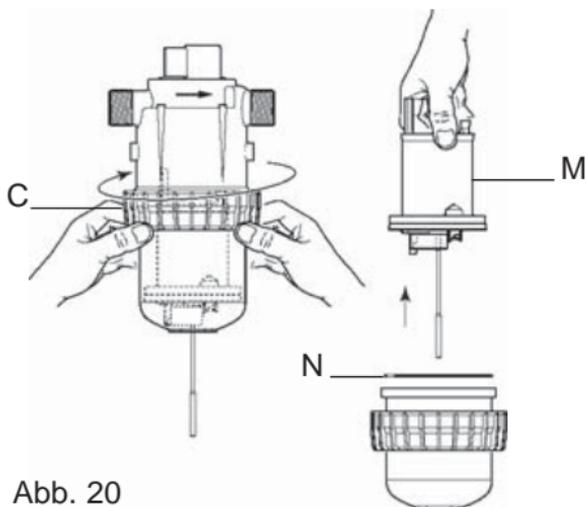

Abb. 20
- Lösen der Pumpenkörperverschraubung **per Hand (Abb. 20-C)**.
- Den gesamten Motorkolben (**Abb. 20-M**) nach oben herausziehen.
- Erneuter Zusammenbau : Den Motorkolben teils in den unteren (Schritt ①), teils in den oberen (Schritt ②) Pumpenkörper einfügen (vorsichtiges Einfügen der Lippen des Motorkolbens), erst dann beide Pumpenkörperpartien zusammenschieben und dabei darauf achten, dass der Dichtungsring (**Abb. 20-N**) nicht beschädigt wird.
- Schritt ③ : Die Pumpenkörperverschraubung per Hand festschrauben.
- Die Dosierpartie wieder anbauen, nicht jedoch ohne deren Dichtungsring (**Abb. 20-N**) gesäubert oder ausgetauscht zu haben.